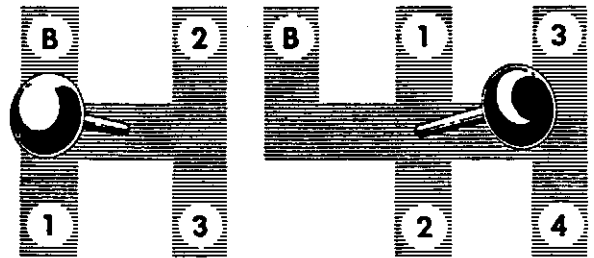
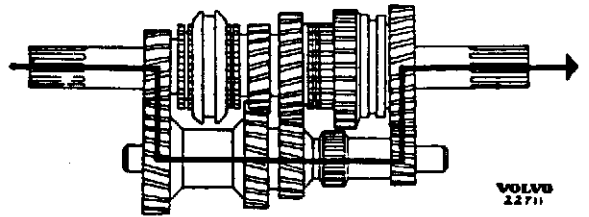

Abb. 3 Lage der Gänge
Abb. 4 1. Gang, M 40
Die verschiedenen Lagen des Schalthebels sind in Abb. 3 zu ersehen. Der Kraftfluß in den verschiedenen Gängen ist in den Abb. 4—9 dargestellt. Die Konstruktion der Synchronisierung und die Arbeitsweise ist in den Abb. 10—12 dargestellt. Wenn ein Gang eingelegt werden soll, wird die Schaltmuffe (3 — Abb. 10) von der Schaltgabel in Richtung des Zahnrades dieses Ganges gepreßt. Die Mitnehmer (4) pressen den Synchronring (2) gegen den Konus des Zahnrades (1). Haben Synchronisierung und Zahnrad verschiedene Drehzahlen, so wird sich die Drehzahl des Synchronringes der Drehzahl der Schaltmuffe anpassen. Der Synchronring wird jedoch von den Mitnehmern gehindert, sich mehr als eine halbe Zahnbreite zu drehen, siehe Abb. 11. Hierbei werden die Zahnräder des Synchronringes mit halber Zahnbreite an den Zähnen der Schaltmuffe anliegen, und daher diesen am Eingriff hindern. Durch Reibung zwischen Synchronring und Konus auf dem Zahnrad, bekommt das Zahnrad die gleiche Drehzahl wie die Synchronisierung. Haben diese die gleiche Geschwindigkeit erhalten, so kann die Schaltmuffe den Synchronring zurückdrehen und der Gang kann eingeschaltet werden. Siehe Abb. 12.